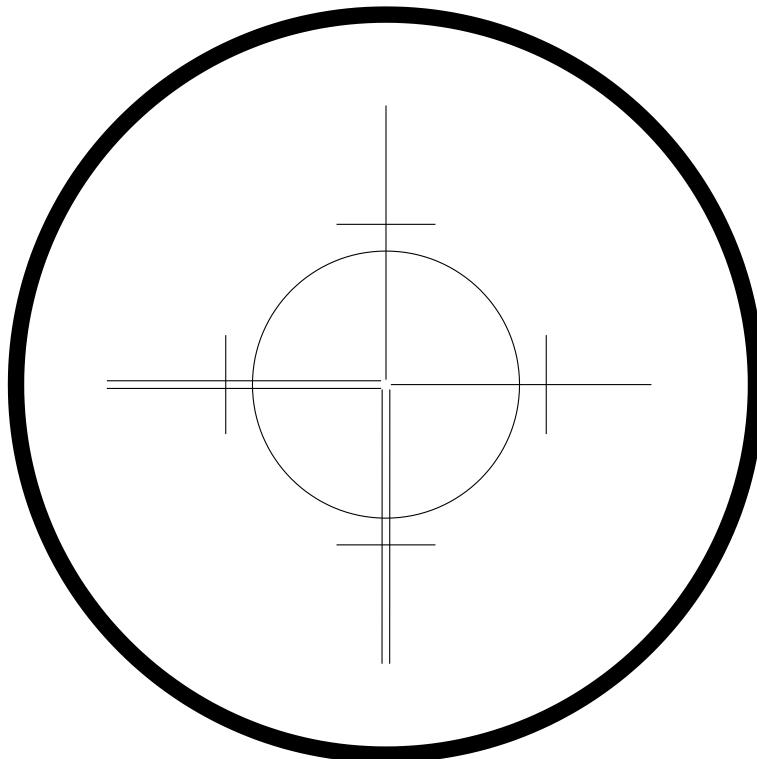

Рис. 2. Сетка нитей зорительной трубы теодолита Theo 010B.
фокусировку и дает прямое изображение предмета. Изображение миры настраивается вращением фокусирующего кольца 4. Окуляр 5 устанавливается по глазу наблюдателя вращением диоптрийного кольца 6 до появления четкого изображения сетки нитей (рис. 2). Для более точного наведения на ось миры можно использовать сдвоенный сегмент вертикальной нити — вертикальный биссектор.
- 1) Установите окуляр зрительной трубы по вашему глазу. Наведите зрительную трубу на светлый равномерно окрашенный предмет или на открытый участок неба. Посмотрите в окуляр 5. Вращая диоптрийное кольцо 6, добейтесь резкого изображения нитей сетки (рис. 2). Диапазон компенсации дефектов зрения наблюдателя составляет ± 5 диоптрий, таким образом, если вы используете очки с меньшей оптической силой, то производить наблюдения можно без очков. Если наблюдатель не меняется, после настройки окуляра в будущем его можно уже не перенастраивать.